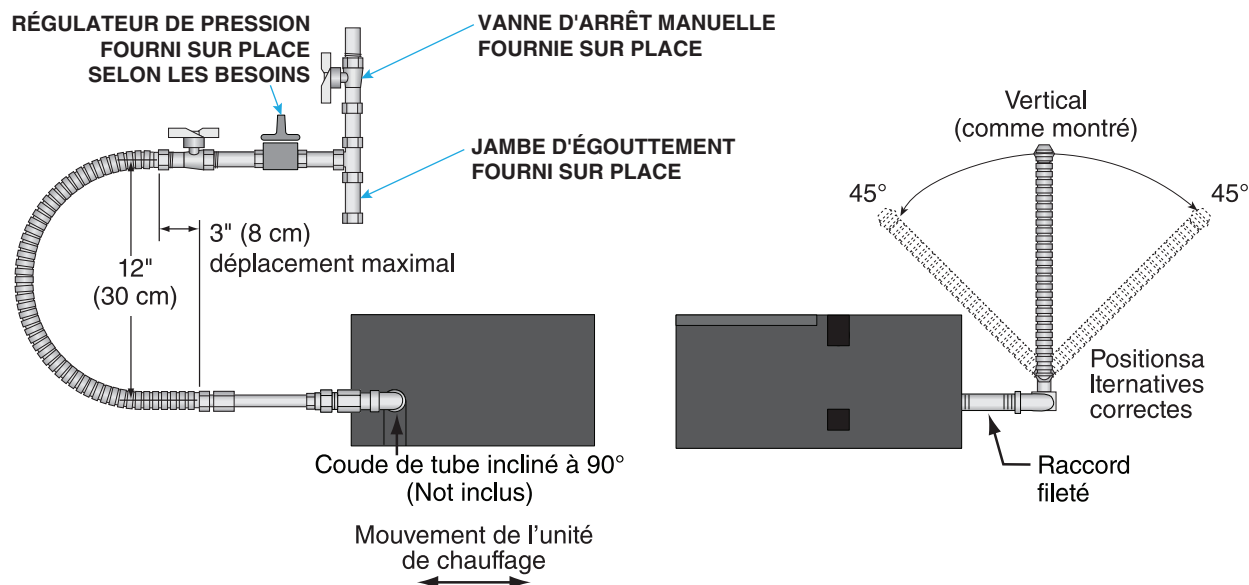

Figure 29. Connecteur de gaz flexible—installation correcte
2. Immédiatement en amont de l'appareil et à proximité du réchauffeur, installez les connexions fournies sur place comme illustré à la Figure 29. Le robinet NPT bouché de 1/8 de pouce sur la vanne d'arrêt manuelle fournit une connexion pour le manomètre de test de pression de la conduite d'alimentation.
3. Installez le connecteur de gaz flexible avec vanne d'arrêt en configuration U, comme illustré à la Figure 29. Il faut veiller à respecter un diamètre de courbure du tuyau de 12 pouces (30 cm) et une distance de déplacement du tuyau de 3 pouces (8 cm), ce qui correspond à des conditions froides et peut diminuer lorsque l'unité est tirée.